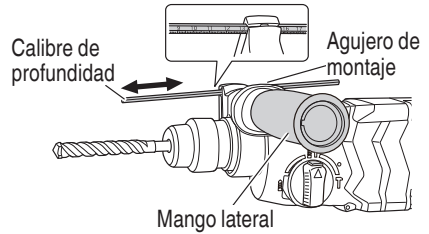

Fig. 26
**7. Modo de usar el calibre de profundidad (Fig. 26)**